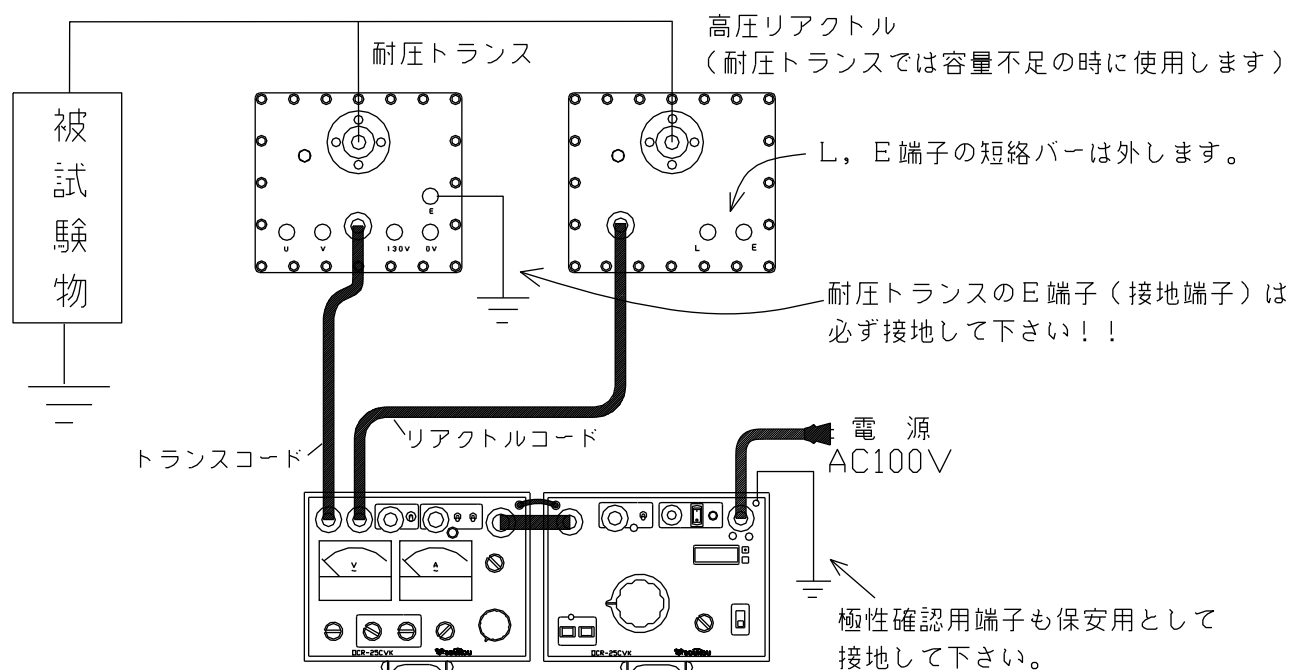

図20：試験回路図
6. 以上のような点を注意し、試験回路を構成します。(図20,21)